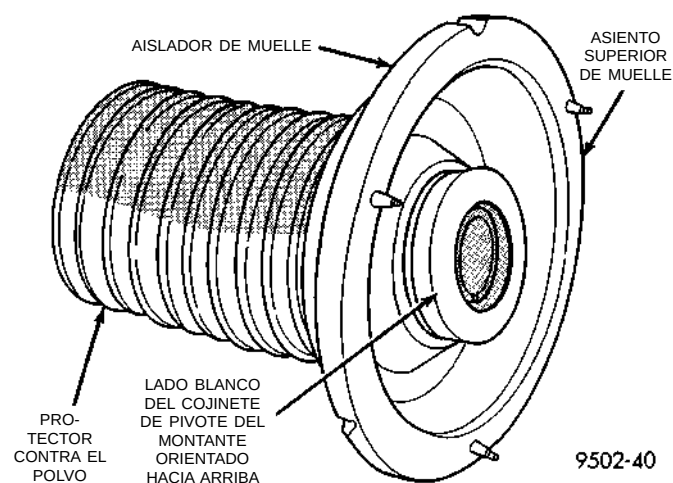

Fig. 66 Componentes del conjunto de soporte y aislador del muelle superior
(9) Inspeccione el montante para detectar cualquier condición de atascamiento del eje en todo su recorrido.
(10) Inspeccione el conjunto del soporte del montante y asiento superior del muelle (Fig. 66) para verificar lo siguiente:
- Atascamiento del cojinete de pivote del conjunto del montante. Si se reemplaza este cojinete de pivote, debe instalarse con el lado blanco hacia arriba (Fig. 66).
(11) Antes de volver a armar el montante, reemplaza todos los componentes del conjunto que se encontraron desgastados o deteriorados durante la inspección.